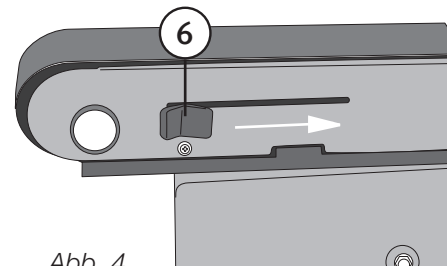

Abb. 4
3.2 Schleifband montieren/wechseln (Abb. 4, 5, 6)
2. Den Anschlag (3) lösen.
3. Den Bandspannhebel ((6) auf Abb. 4) in Pfeilrichtung bewegen, um die mitlaufende Walze zu lösen, damit sich das Schleifband abnehmen lässt.
10. Den Bandspannhebel ((6) auf Abb. 4) nach vorne bringen, um die Bandspannung zu aktivieren.